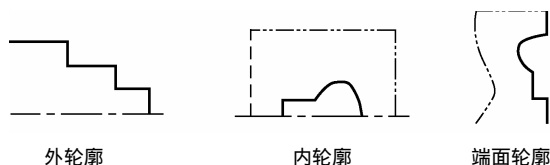

图 3-1 轮廓示例
(1) 两轴加工 在 CAXA 数控车中，机床坐标系的 Z 轴是绝对坐标系的 X 轴，平面图形均指投影到绝对坐标系 XOY 面的图形。
(2) 轮廓 它是一系列首尾相接曲线的集合,如图 3-1 所示。